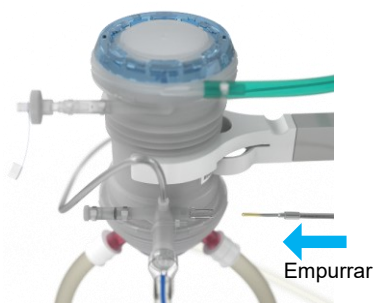

Figura 13 Conexão do sensor de temperatura ao oxigenado
- Conecte o sensor T1 vermelho à saída do oxigenador (Figura 13).